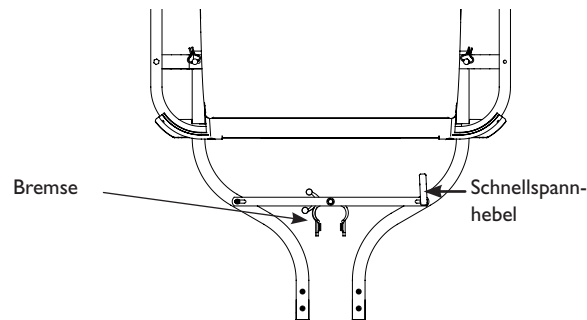

Abbildung 2
1. Platzieren Sie das Jogging-Set mit der Bremse nach unten an der Anhängerfront. Die Bremsarme müssen nach vorne zeigen. Öffnen Sie den Schnellspannhebel auf der Querstrebe (s. Abbildung 2).
1. Platzieren Sie das Jogging-Set mit der Bremse nach unten an der Anhängerfront. Die Bremsbeläge müssen nach vorne zeigen (s. Abbildung 2)